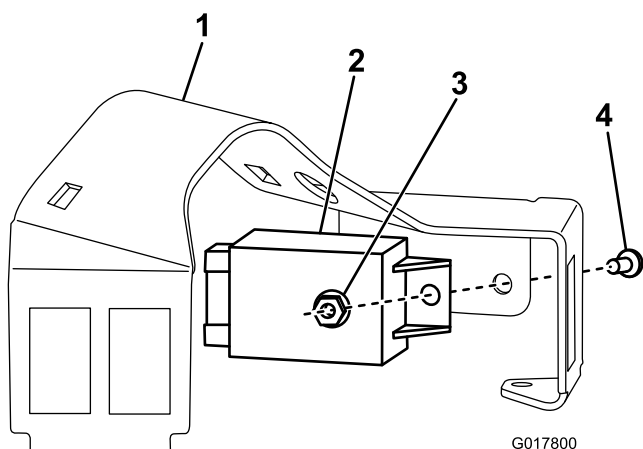

Figura 8
1. Montate il modulo lampeggiatore sulla staffa del piantone con una vite (n. 10-24 x 1/2 poll.) e un dado di bloccaggio (Figura 8).